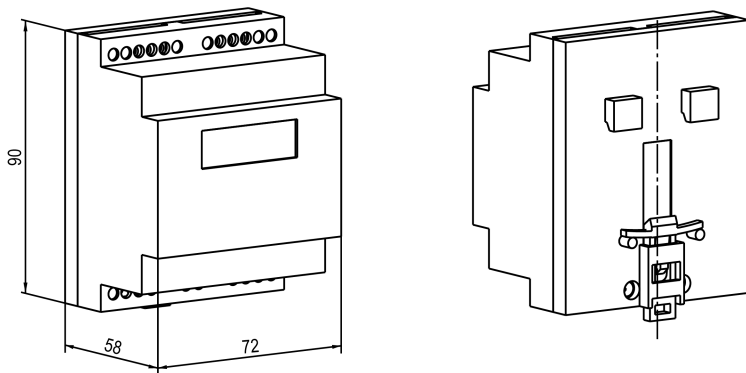

Рисунок 4.10 – Габаритні розміри корпусу Д
1. Підготувати місце на DIN-рейці для встановлення пристрою (див. *рисунок 4.10*).